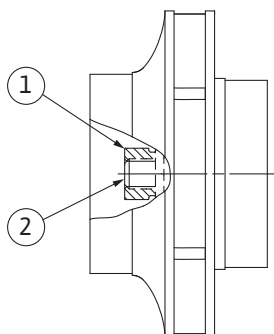

Fig. 107: Pravilni položaj matice tekača po vgradnji
- Držite gred z viličastim ključem (vel. 22 mm) in privijte matico tekača s predpisanim priteznim momentom (glejte tabelo »Pritezni momenti« [► 28]). Matica (Fig. 107, poz. 1) mora biti poravnana s koncem gredi pribl. $\pm 0,5$ mm (Fig. 107, poz. 2). Če temu ni tako, odvijte matico in ponovite korake od 4 do 8.